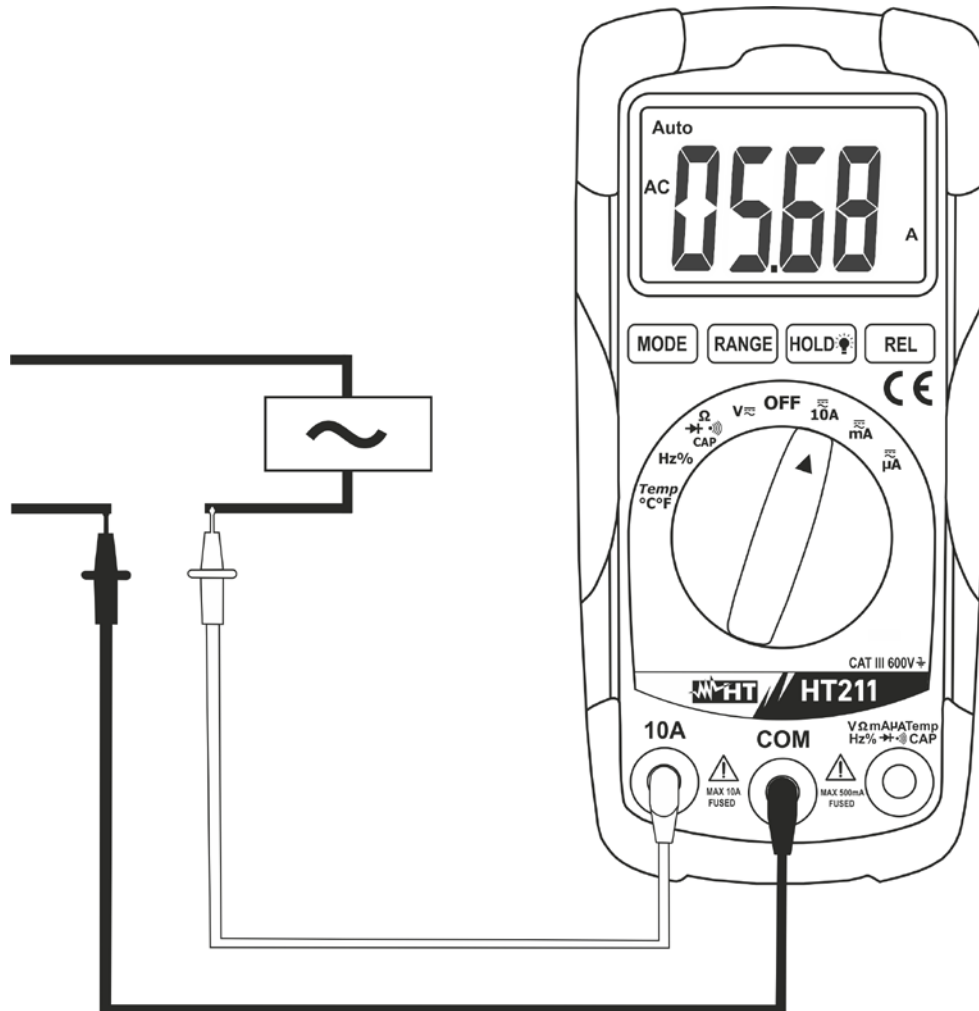

Abb. 5: AC-Strommessung
6. Verbinden Sie die rote und schwarze Messleitung mit dem Messkreis unter Beachtung der Polarität (s. Abb. 5)